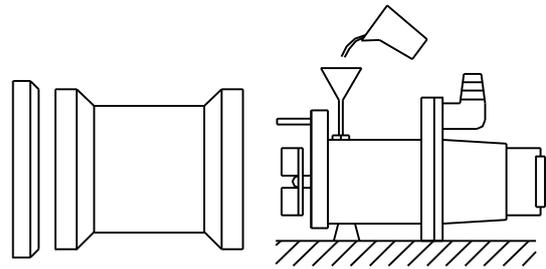

図 4
- (1) ご使用前に必ず絶縁抵抗の測定をしてください。絶縁抵抗値は  $1M\Omega$  以上あれば運転に支障ありませんが  $1M\Omega$  以上あっても、急に低下し始めているものは異常と考えられますので修理が必要です。
- (2) 運転中の電流値、電流計のふれを点検してください。ふれの大きい場合は異物をかみ込んでいる恐れがあります。付着した異物を取り除いてください。
- (3) 吐出し量が急激に減少している場合には、吸込口(ストレーナ部)に異物がつまっている恐れがあります。付着した異物を取り除いてください。
- (4) ポンプ性能が徐々に低下した場合は、ケーシングや羽根車の摩耗が考えられます。各部を点検し摩耗している部品は早期に交換してください。
- (5) 使用後に、メカニカルシールの潤滑油を点検・交換して頂きますと、メカニカルシールの寿命が長くなります。この際、潤滑油に水が浸入し、白濁している場合は、メカニカルシールの不良ですので交換が必要です。潤滑油交換時には図 4 のように注油栓を上にし、ポンプを水平に置いて表 2 に示す潤滑油を必ず規定量注油してください。この時ポンプをゆすったりして、規定量以上注油しますと、メカニカルシール室の内圧上昇により、シール寿命が著しく低下します。注油後はシールワッシャを介し、注油栓を十分に締付けてください。
メカニカルシール室の潤滑油の交換は 6 ヶ月毎に行ってください。この際潤滑油に水が混入し白濁している場合は、メカニカルシールを交換してください。潤滑油の交換時には図 4 のように注油栓を真上にし、ポンプを水平に置いて表 2 の潤滑油量を必ず規定量注油し、シールワッシャを介し注油栓を十分に締め付けてください。